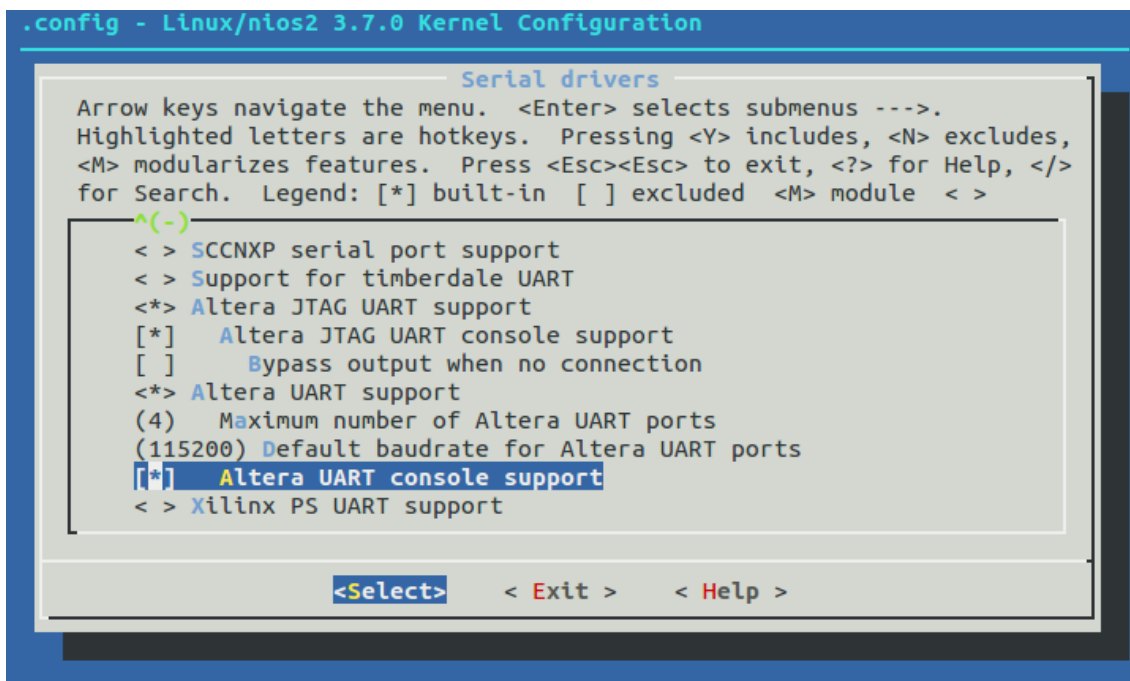

FIGURE 7 – Menu de configuration des consoles séries.
- Vérifiez que les communications séries UART Altera sont opérationnelles, avec et sans JTAG comme montré sur la figure 7 (menu « *Device drivers* » → « *Character devices* » → « *Serial drivers* », variables CONFIG_SERIAL_ALTERA_UART et CONFIG_SERIAL_ALTERA_JTAGUART) ; cette option sera utile pour ouvrir un terminal à distance sur la carte en utilisant une liaison série.